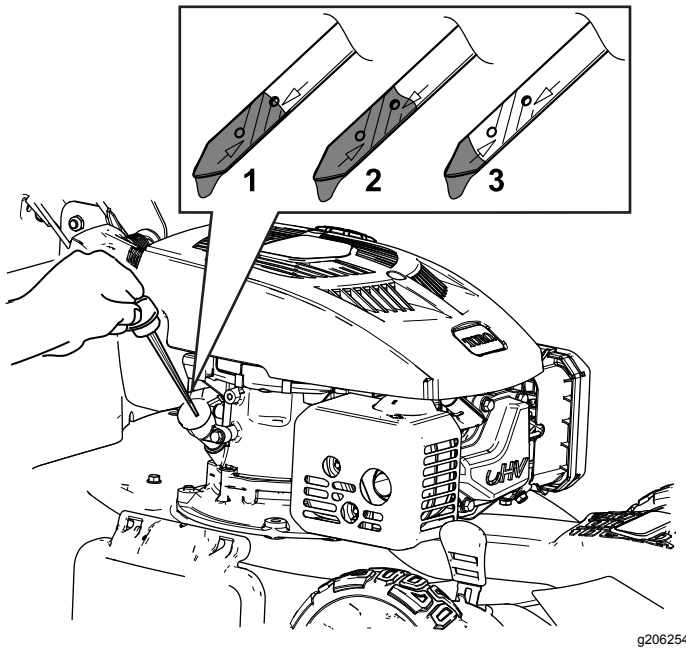

Figura 7
2. Retire la varilla girando el tapón en el sentido contrario a las agujas del reloj y tirando del mismo (Figura 7).
7. Observe el nivel de aceite en la varilla (Figura 7).